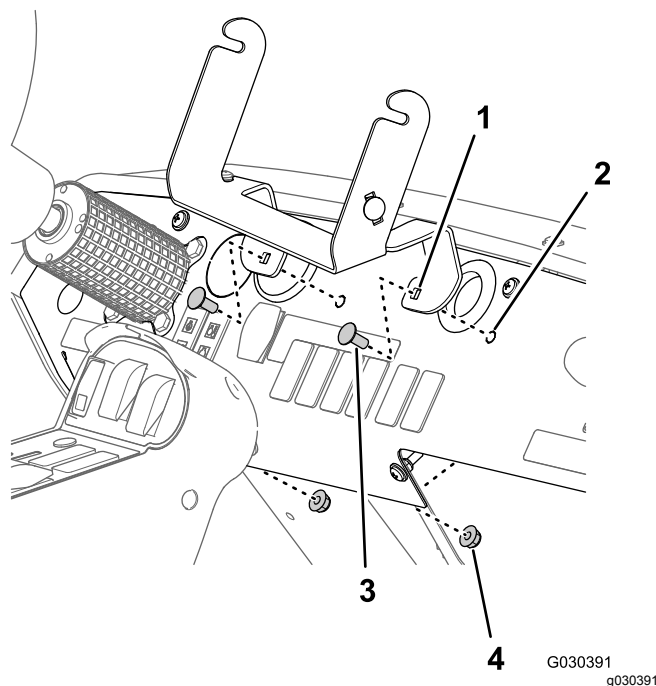

Figura 7
6. Rimuovete i 2 bulloni a testa tonda (5/16" x 3/4") e i 2 dadi di bloccaggio flangiati (5/16") che fissano la staffa di supporto alla plancia e rimuovete la staffa di supporto dalla macchina (Figura 7).